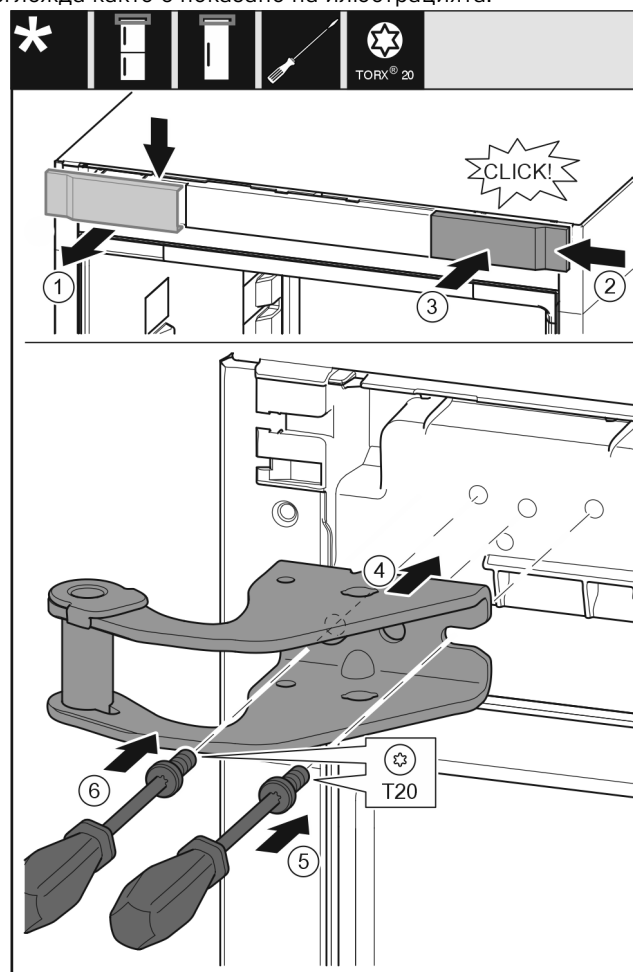

Fig. 31
- ▶ Свалете капака от горе напред. Fig. 31 (1)
- ▶ Закачете капака, завъртян на 180°, от другата страна отдясно. Fig. 31 (2)
- ▶ Фиксирайте капака. Fig. 31 (3)
- ▶ Поставете горната лагерна стойка. Fig. 31 (4)
- ▶ С отвертка T20 поставете винта и го затегнете. Fig. 31 (5)
- ▶ С отвертка T20 вкарайте винта и го затегнете. Fig. 31 (6)